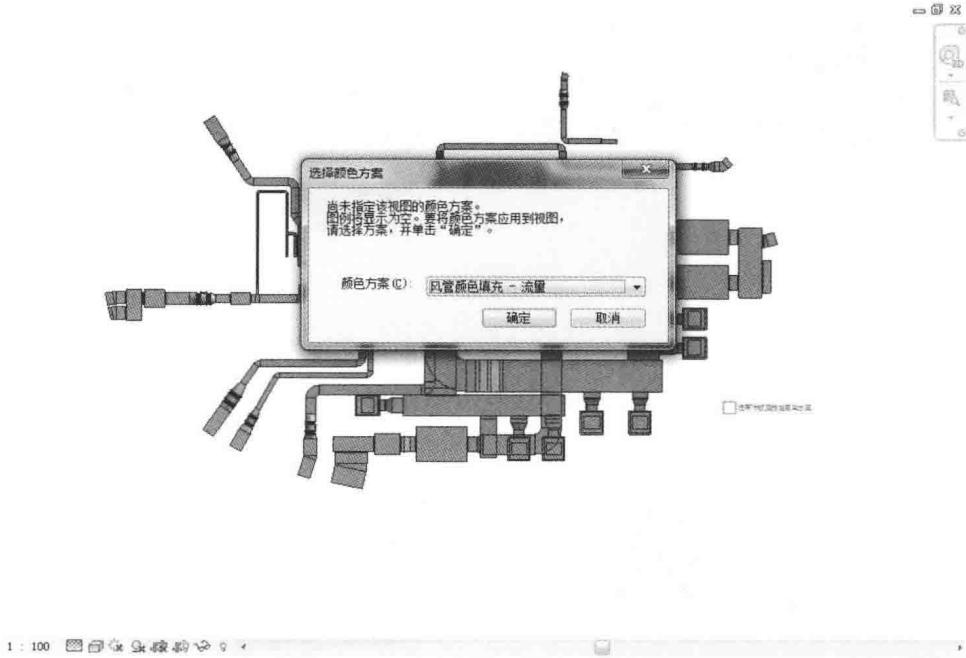

图 2.1-13
3) 单击进入并放置图例，出现如图 2.1-13 所示的对话框。